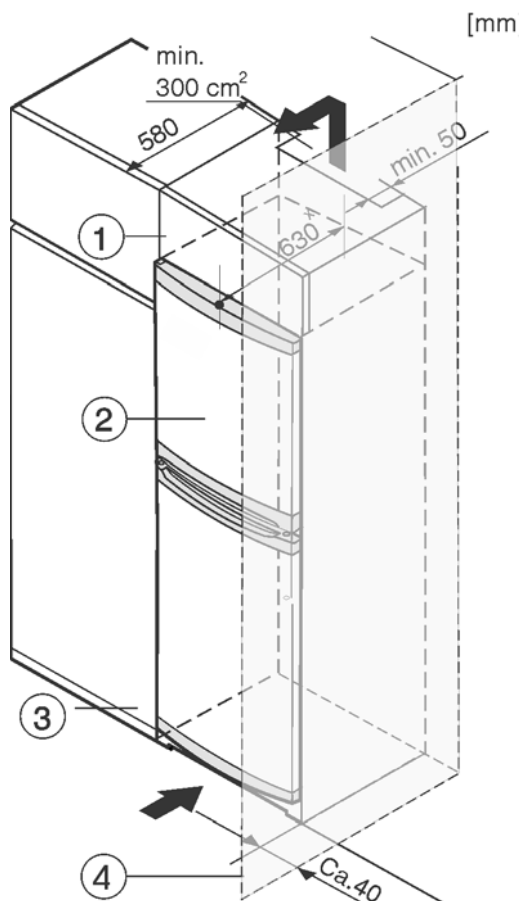

Fig. 8
Устройство может быть окружено кухонными шкафами. Чтобы уравнивать устройство Fig. 8 (2) по высоте с кухонной стенкой, можно установить над устройством дополнительный шкафчик Fig. 8 (1).
При комбинировании с кухонными шкафами (глубина макс. 580 мм) устройство можно установить непосредственно рядом с кухонным шкафом Fig. 8 (3). Устройство выступает сбоку на 34 мм * и по центру на 50 мм * относительно передней стенки кухонного шкафа.
Если устройство установлено на шарнирах у стены *Fig. 8 (4)*, то расстояние между устройством и стеной должно быть не менее 40 мм. Настолько выступает ручка при открытой дверице.